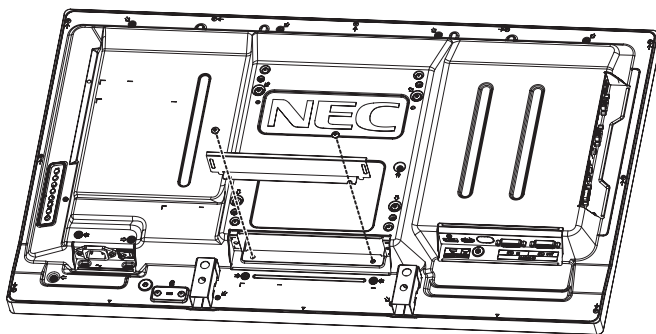

Abbildung 1
3. Entfernen Sie die Abdeckung des Steckplatzes, indem Sie die Schrauben lösen (**Abbildung 1**).